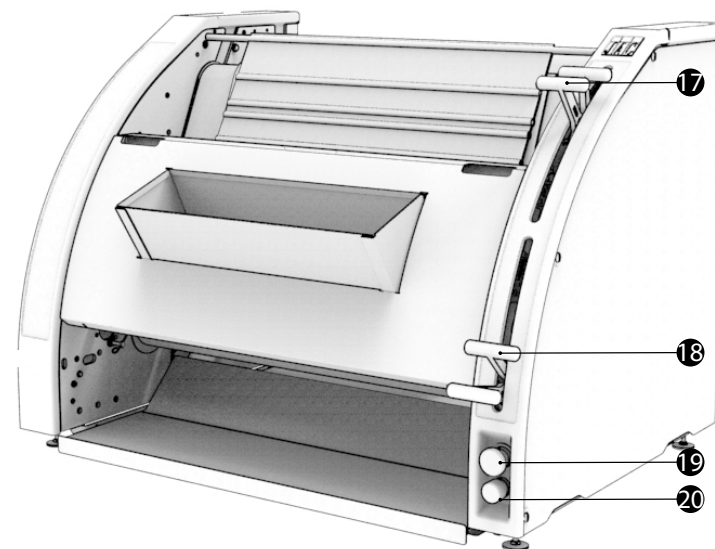

fig.5
- أ. قم بلف زر الإيقاف الفوري (إيقاف الطوارئ) ربع لفة نحو اليمين، إذا لم يكن قد تم تشغيله (fig.5, n°19).
- ب. اضغط على الزر التشغيل (fig.5, n°20)، من أجل تشغيل الآلة.
- ج. لضبط السرعة المطلوبة، لف مقياس الجهد (fig.5, n°22).